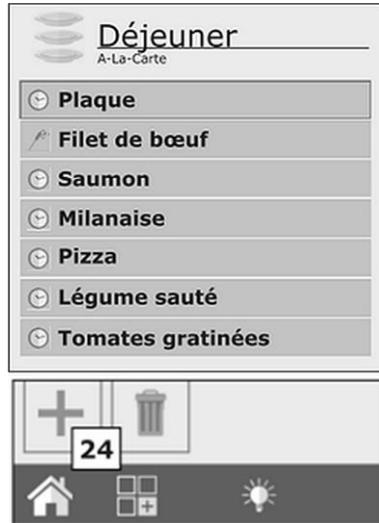

Fig. 32
2. Appuyer sur la touche « + » (24, Fig. 32).
5. Appuyer sur la touche « + » (24, Fig. 32) pour continuer et ajouter d'autres noms de plats.